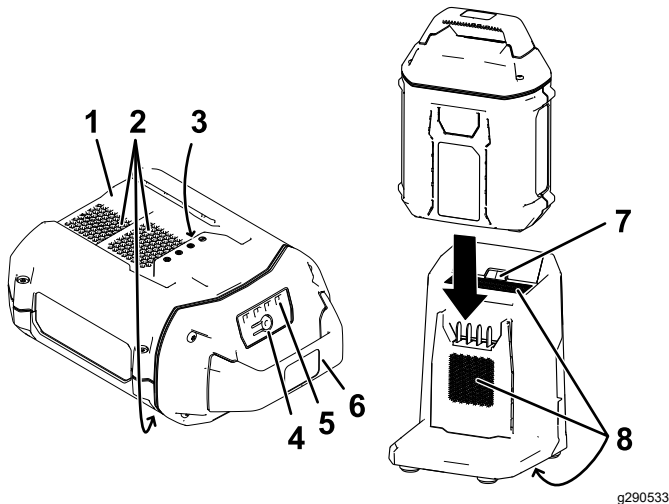

Figura 16
2. Allineate la cavitt  nel pacco batteria (Figura 16) con la linguetta sul caricabatterie.
3. Fate scorrere il pacco batteria nel caricabatteria fino a quando non   completamente in sede (Figura 16).